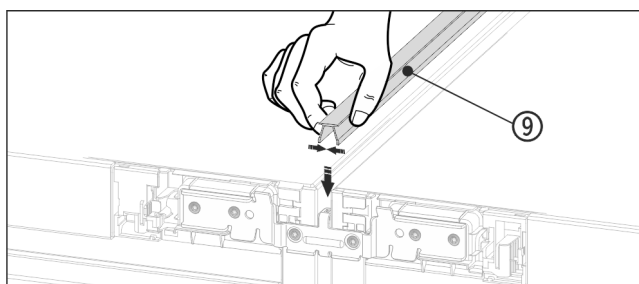

Fig. 20
- Na horní straně zatlačte krátkou krycí lištu Fig. 20 (9) do horizontální spáry.